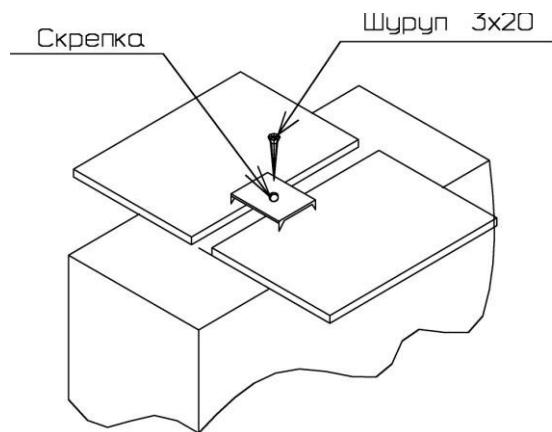
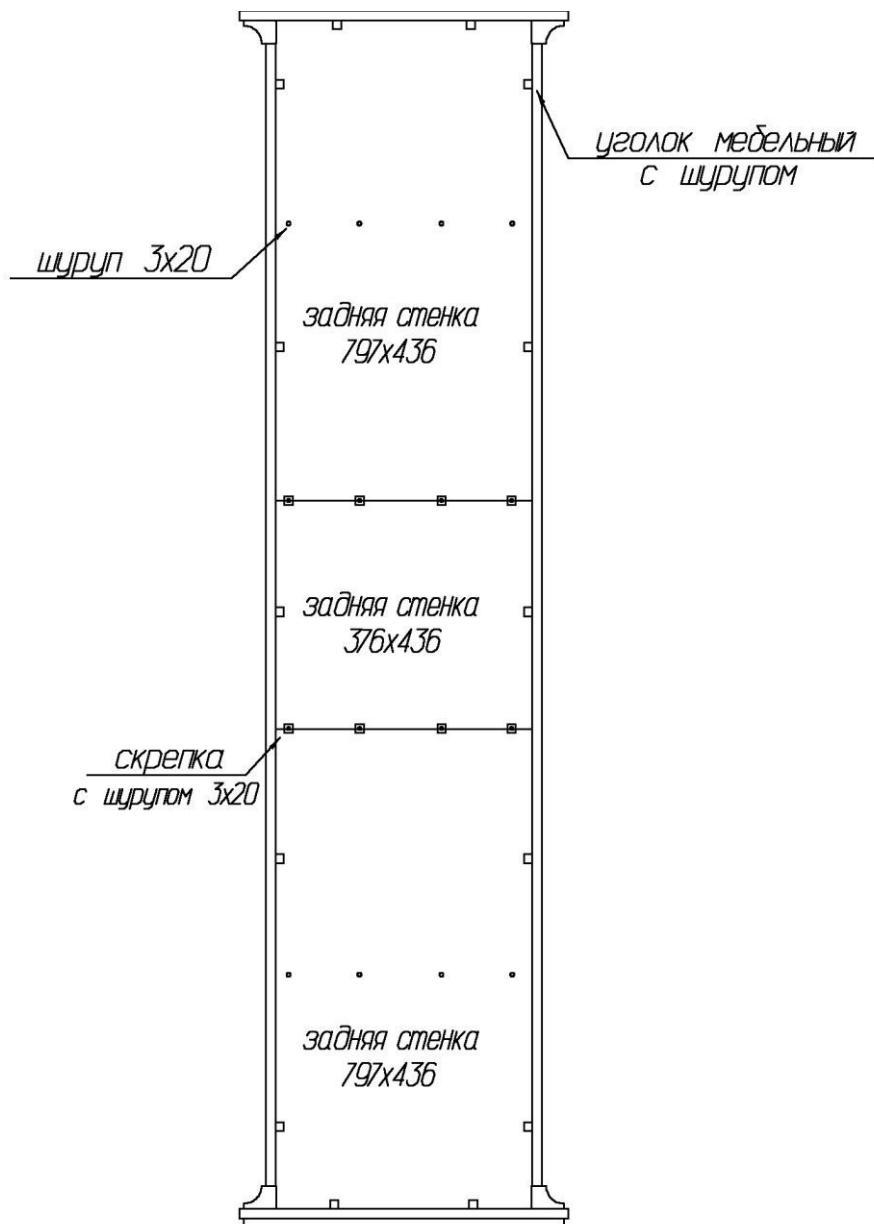

Рис. 2
Рис. 3
1. Присоединить к боковым стенкам (32), (33) горизонтальные щиты (34) и полки (35) так, чтобы дюбели и шканты вошли в предназначенные для них отверстия. К боковым стенкам (32), (33) присоединить нижний щит (30) с помощью эксцентриковых стяжек и шкантов. Затянуть эксцентрики, повернув их на 180 градусов (см. схему сборки).
2. Установить задние стенки так, чтобы они вошли в пазы боковых стенок и нижнего щита (рис. 3). При помощи эксцентриковых стяжек и шкантов установить верхний щит (31). Затянуть эксцентрики, повернув их на 180 градусов.
3х20мм и скрепок (рис.2 и рис.3). Установить мебельные уголки, закрепив их комплектными шурупами (рис.3 и рис.4).